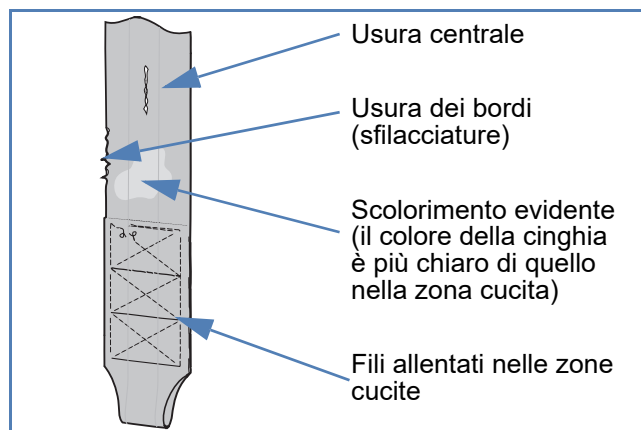

Figura 11
- Controllare se ci sono segni di usura o scolorimento come mostrato in figura 11.